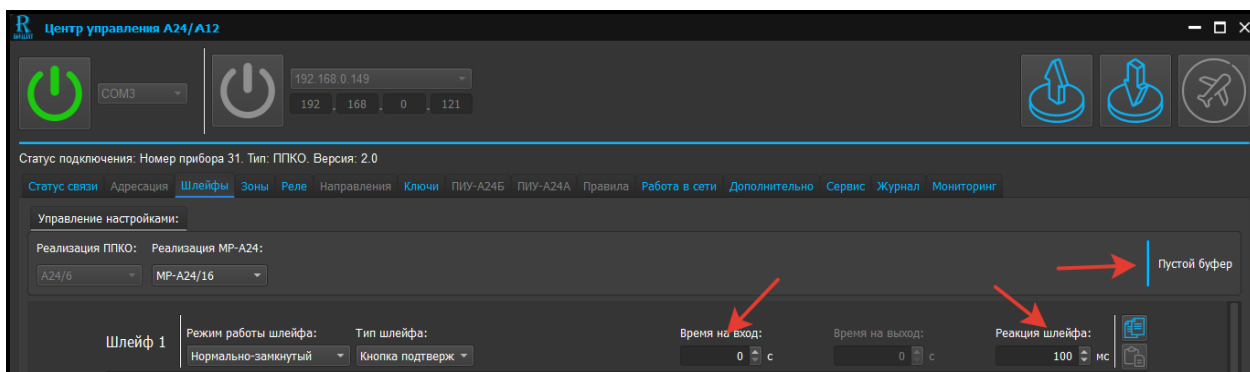

Рис. 23. Скриншот окна редактирования ШС типа «Кнопка подтвержд.»
4.1.2.4 Редактирование ШС типа «Кнопка подтвержд.» (см. рисунок 23)